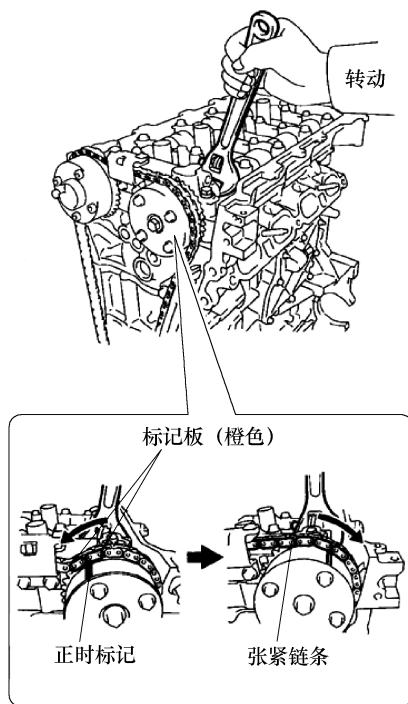

图 1-72 调整正时
③ 将链条放置在曲轴上, 但不要使其环绕在曲轴上。
④ 用扳手固定凸轮轴的六角头部分, 并逆时针转动凸轮轴正时齿轮总成, 以使标记板(橙色)和正时标记对准, 见图 1-72。